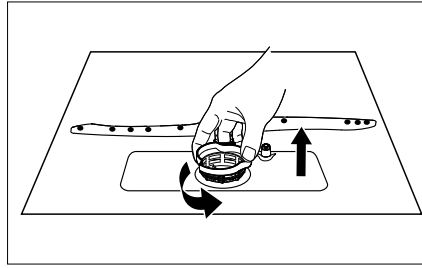

Fig. 19
- ▶ Tournez le filtre grossier (a) dans le sens inverse des aiguilles d’une montre et sortez-le du filtre principal (voir **fig. 19**).